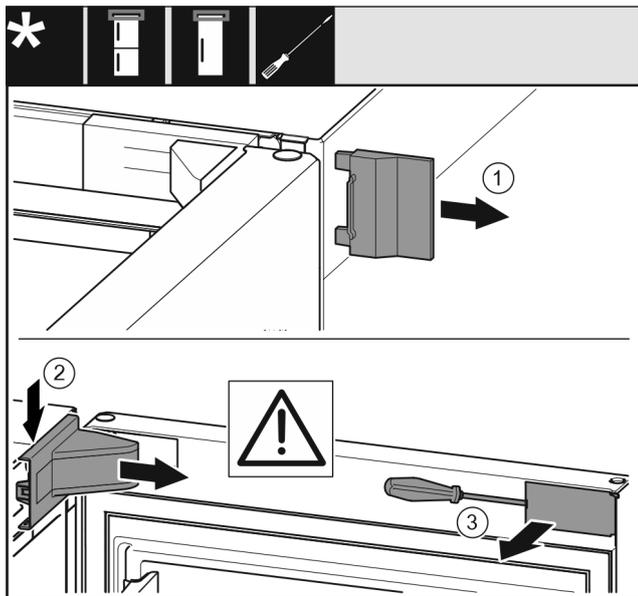

Fig. 6
- ▶ Свалете външния капак. Fig. 6 (1)
- ▶ Освободете и развийте капака на лагерната стойка. Свалете капака на лагерната стойка. Fig. 6 (2)
- ▶ Освободете капачката с плоска отвертка и я завъртете настрани. Fig. 6 (3)